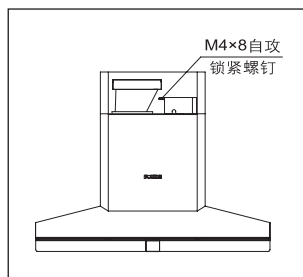

图 4
11. 两个人一起把油烟机挂在主机挂钩上，用水平尺保持整机水平。按（图 4）示意，用一颗 M4*8 的螺钉把油烟机和主机挂钩固定好。